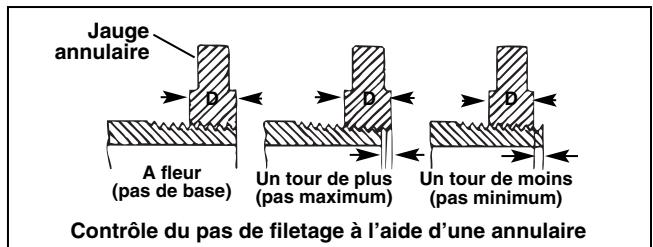

Figure 11 – Contrôle du pas de filetage
3. Contrôlez le pas de filetage. La méthode préférée consiste en l'utilisation d'une jauge annulaire. Il existe plusieurs types de jauge annulaire, et leur utilisation peut varier de celle indiquée à la *Figure 11*.